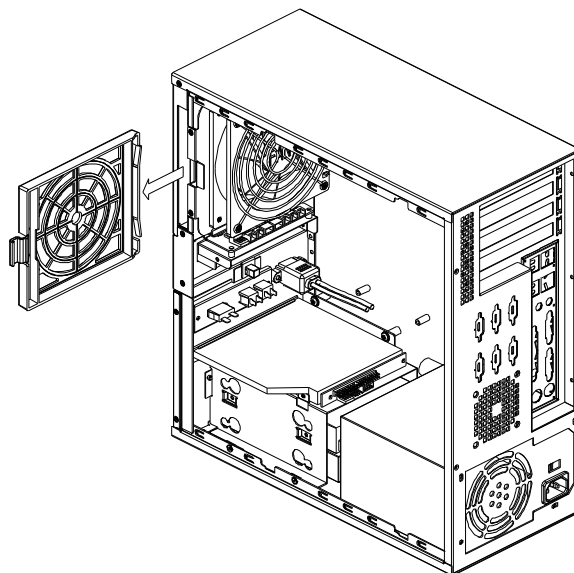

Figure 3.5 Replacing the Filters/ 更换滤网 / 更換濾網
4. Loosen the four screws on the fan bracket and the four screws on the fan guard (see Figure 3.5).
4. 卸下风扇支架上的 4 个螺丝和风扇网罩上的 4 个螺丝，如图 3.5 所示。